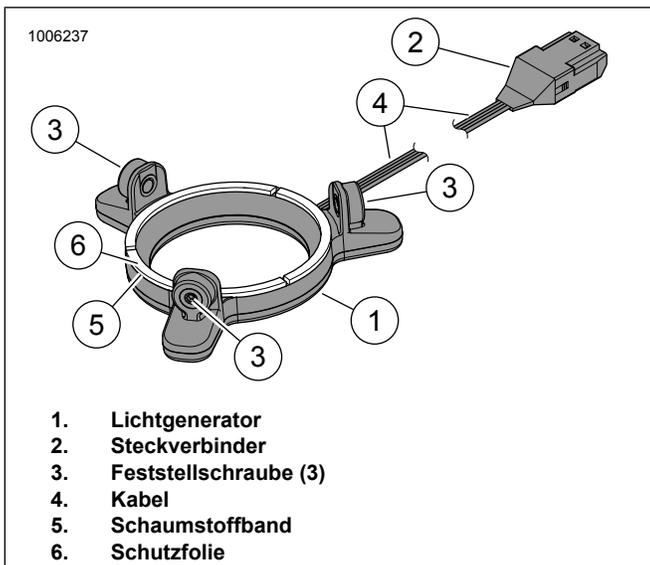

Abbildung 7. LED-Beleuchtung, Runde Stage II-Lautsprecher
3. Siehe Abbildung 7. Die Schutzfolie (6) vom Schaumstoffklebeband (5) auf der Rückseite des Lichtgenerators (1) abziehen.